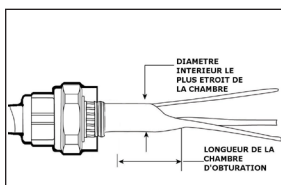

Figure 2b
- Appliquer un peu de pâte entre les conducteurs isolés ainsi qu'entre les brins du conducteur de terre non isolé. Rapprocher les conducteurs et les enrober de pâte. Utiliser assez de pâte pour former un bouchon de diamètre approximativement égal au diamètre intérieur le plus étroit de la chambre d'obturation et d'à peu près la même longueur que la chambre d'obturation (Figure 2b).